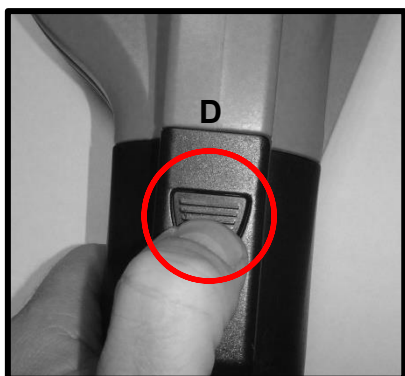

Рис.9
- Нажмите кнопку фиксатора (D) воздуховода для его отсоединения (Рис. 9).
- Потяните за воздуховод чтобы отсоединить трубку (Рис.9а). Не пытайтесь отсоединять трубки силой или при помощи инструментов.
Рис.9а